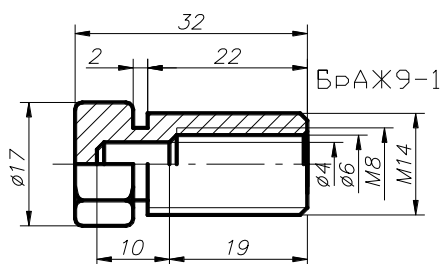

Рисунок 1 – Пример эскиза детали для задания на контрольную работу
1. Разработка маршрута механической обработки детали (рисунок 1).